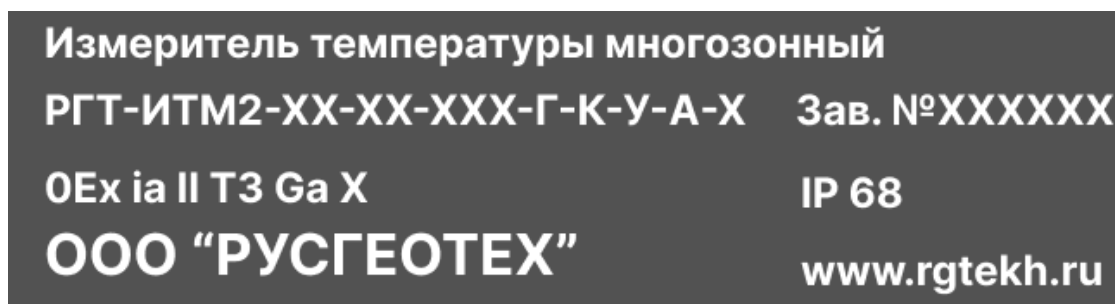
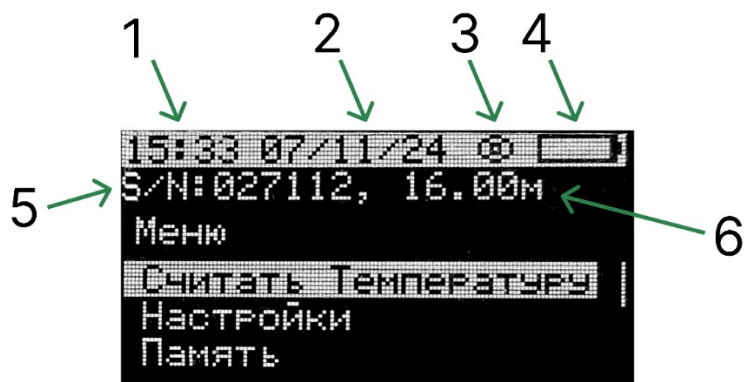

Рисунок 2. Информация на этикетке РГТ-ИТМ2
Рисунок 12. Главное меню РГТ-СТ-ХХ при подключенной термокосе (1 - приборное время, 2 – приборная дата, 3 – значок подключения ИТМ2, 4 – уровень заряда СТ).
- Этикетка расположена на расстоянии 10-15 см от разъема термокосы и содержит следующую информацию (Рисунок 2):
На расстоянии 10-15 см от разъема на кабеле расположена информационная этикетка, содержащая обязательную информацию о параметрах устройства (подробнее см. п.4.2. Рисунок 2). Такая же этикетка установлена на каждом датчике устройства с указанием глубины с точностью до 0,1 доли метра. Материал этикетки изготовлен из полимерных материалов устойчивых к непостоянному воздействию химических (нефтепродукты) и физических (УФ- и ИК-излучение) факторов, а также их комплекса.
- При подключении рабочей термокосы в меню появится строка «Считать температуру», а также отобразится серийный номер термокосы и ее длина (Рисунок 12). их необходимо сверить с данными на этикетке ИТМ2 (Рисунок 2).